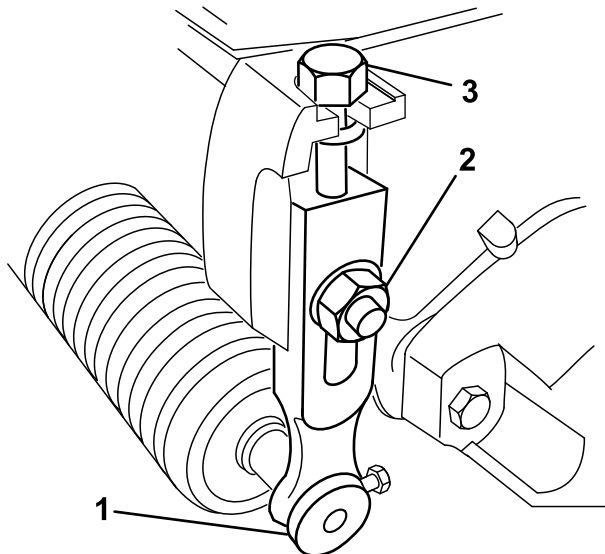

図 17
1. 刈り高アームをカッティングユニットのサイドプレートに固定しているロックナットをゆるめる 図 17。